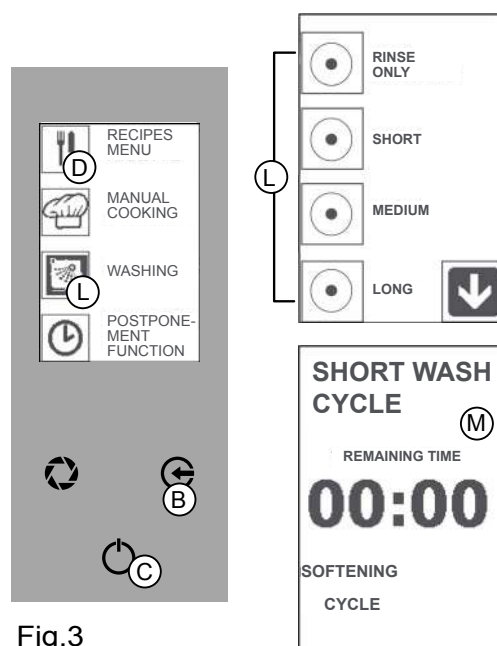

Fig.3
Das Symbol "REINIGUNG" drücken (Abb. 3/L).
2. Das betreffende Symbol drücken, um den gewünschten Reinigungszyklus zu wählen (Abb. 3/L).
Zum Starten der Reinigung die "EINGABE"-Taste (Abb. 3/C) drücken. Auf dem Display erscheinen die Merkmale des gewählten Reinigungszyklus mit der Rückwärtszählzeit (Abb. 3/M).
Die "EINGABE"-Taste drücken (Abb. 3/C),
Vor dem Einfüllen des REINIGUNGSMITTELS (Abb. 3/M - EINWEICHEN)
Zur Wiederaufnahme der Reinigung die "EINGABE"-Taste (Abb. 3/C) drücken.
Mehrmals die Taste "ESC" (Abb. 3/B) drücken, um zur Startseite zurückzugehen.
Die Reinigung unbedingt wiederaufnehmen, die "EINGABE"-Taste (Abb. 3/C) drücken.